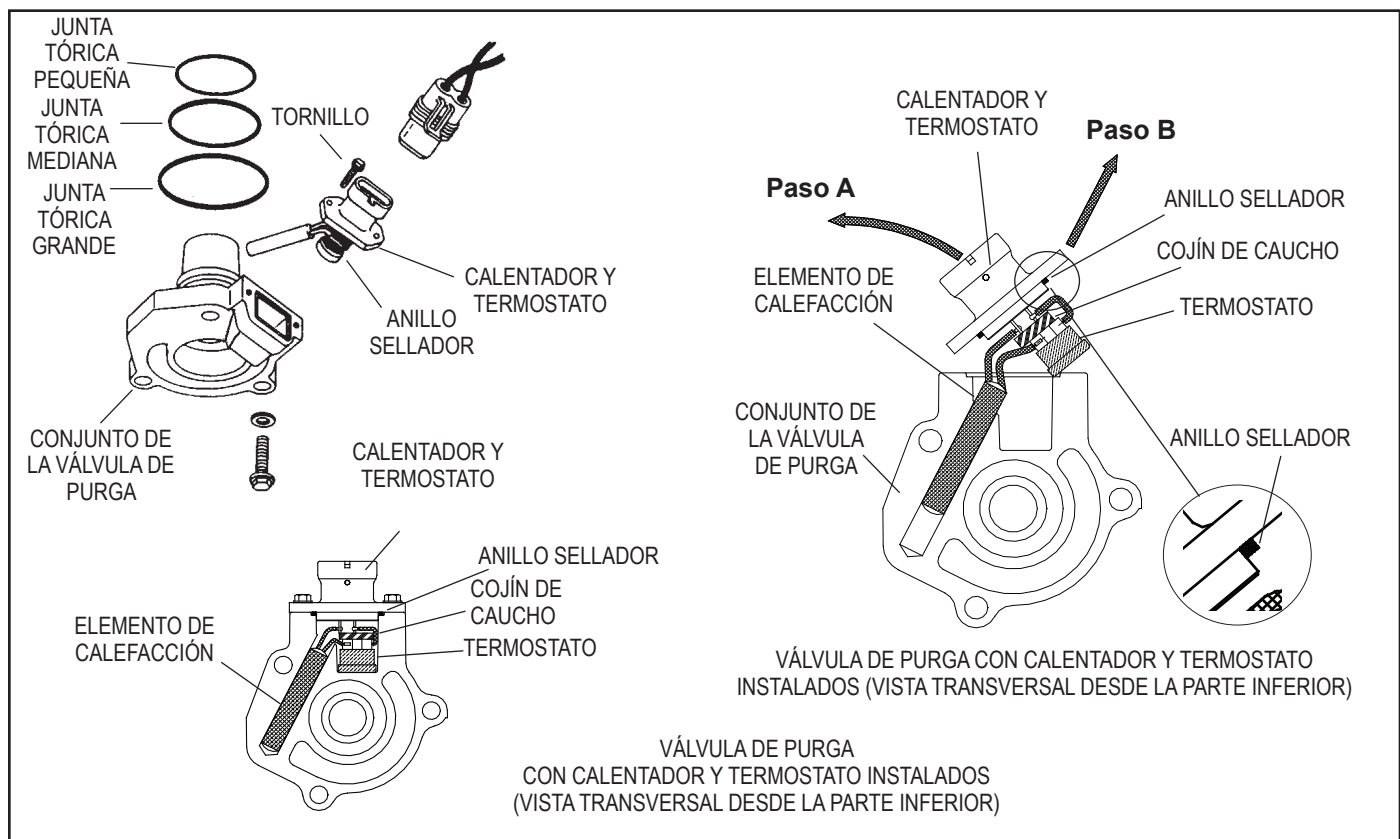

FIGURA 10 - RETIRO E INSTALACIÓN DEL CALENTADOR Y TERMOSTATO
2. Estudie cuidadosamente la figura 10 y observe la forma en “Y” del conjunto del calentador y termostato en la posición instalada dentro del alojamiento de la válvula de purga. Según se ilustra, quite el conjunto del calentador y termostato “girando” suavemente el conector hacia la izquierda (paso A) hasta que el termostato pase el alojamiento de la válvula de purga, luego deslice el elemento del calentador hacia afuera, hacia la derecha y arriba (paso B).